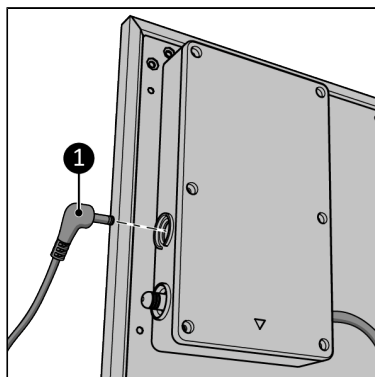

Figure 19.
2. Connectez le connecteur du capteur de température externe (Figure 19, pos. 1) à la fiche du capteur.